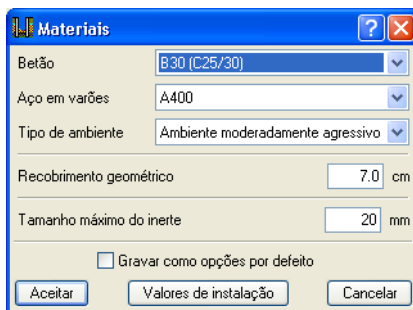

Fig. 3.6
- Coloque os dados referentes aos materiais, fig.3.6.